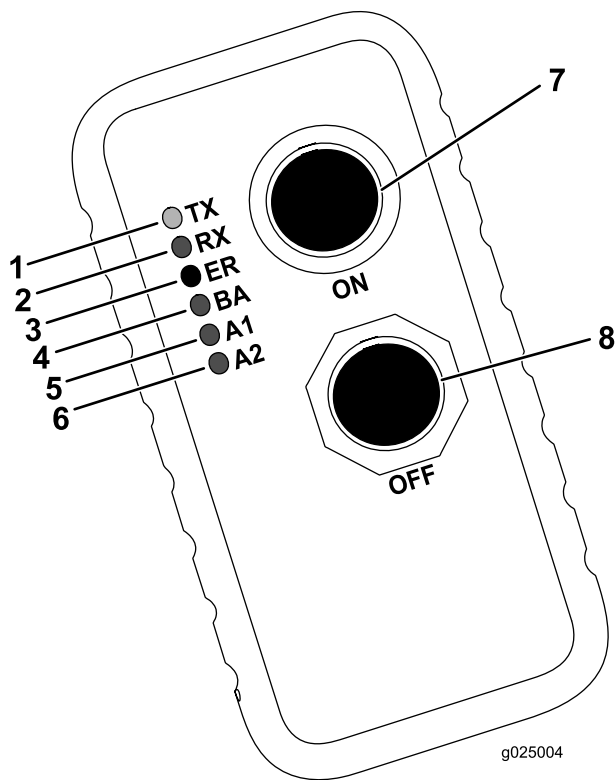

Figure 59
Le tableau suivant énumère les divers états des témoins de la télécommande manuelle (Figure 59) et leur signification :
4. Appuyez simultanément sur les boutons de verrouillage (OFF) et déverrouillage (ON) (Figure 59).
5. Maintenez enfoncés les boutons ON et OFF jusqu'à ce que le témoin d'émission (TX) vert se mette à clignoter (Figure 59).
6. Mettez la machine en marche tout en maintenant les boutons de verrouillage (OFF) et déverrouillage (ON) enfoncés (Figure 59).
7. Relâchez les boutons ON et OFF (Figure 59).